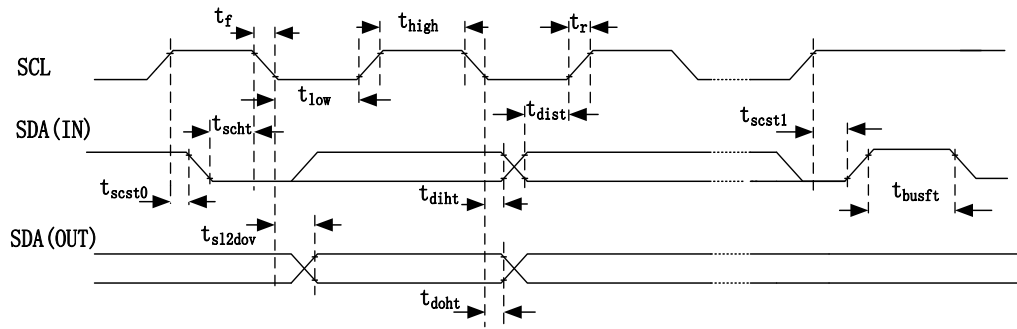

图 1-3 I2C 接口时序
- 1) 图 1-3 是在 400kHz 模式下的 I2C 时序。